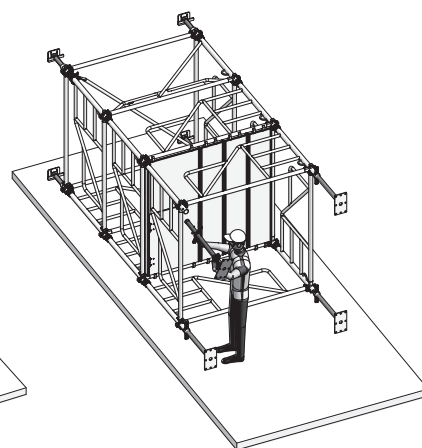

Fig. 15.4
5. Fixer les vérins de tête lorsque la tour a atteint la hauteur finale (Fig. 15.4).